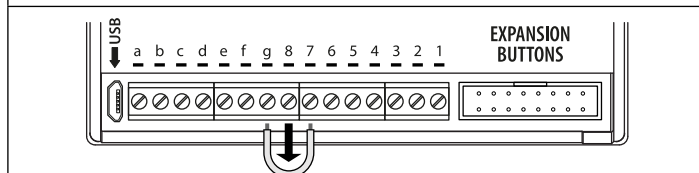

Fig. 58
4. Retirer le pontage après le troisième bip, comme indiqué dans **Fig. 58**.